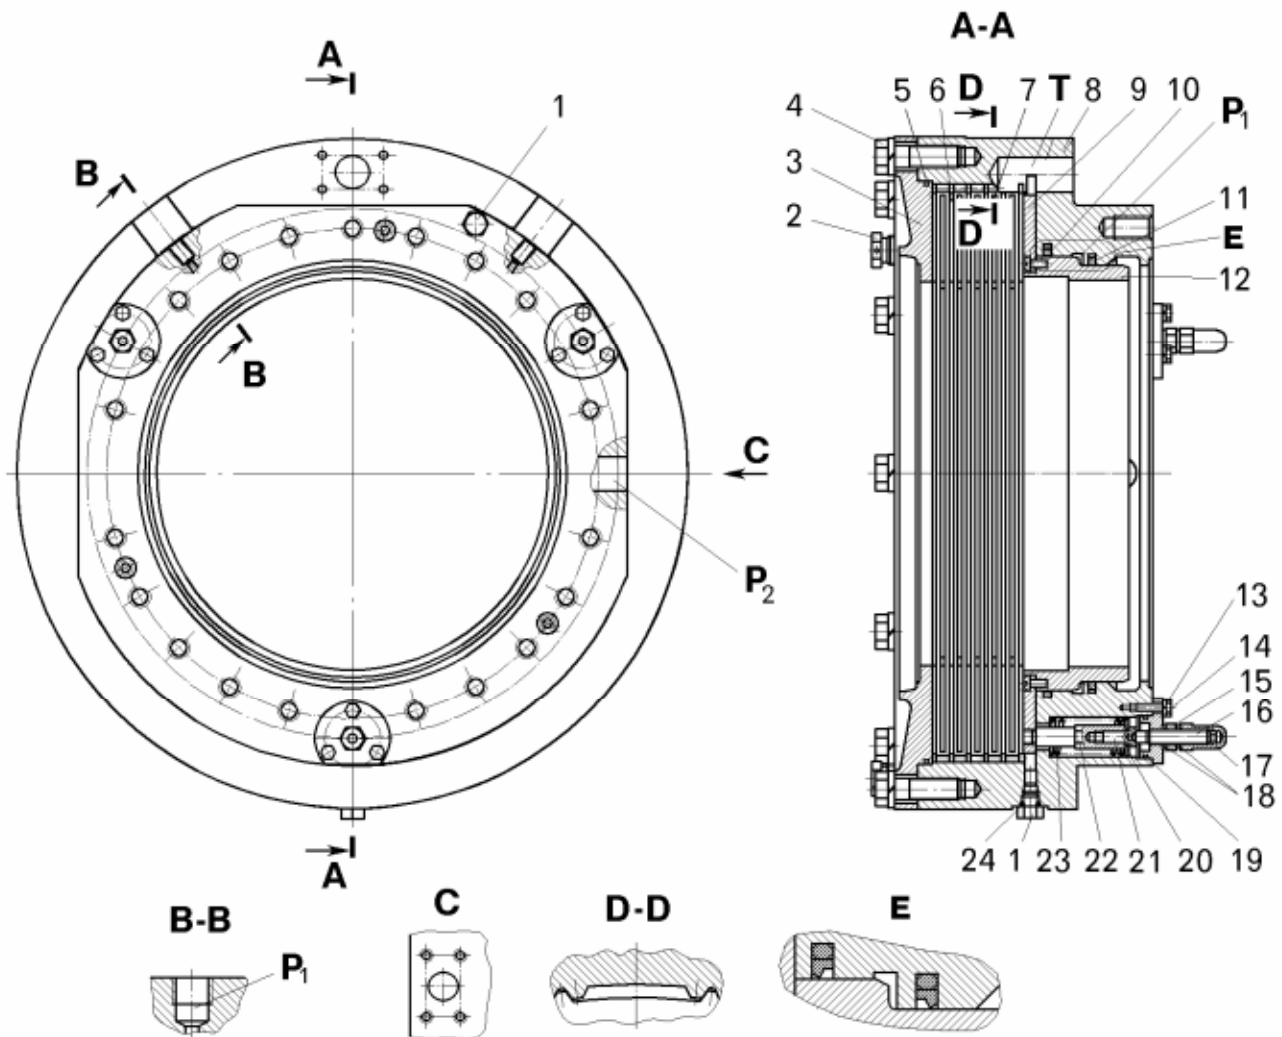

Рисунок 12.6 – Тормозной многодисковый механизм:
- подать рабочую жидкость под давлением в полость Р₁ (смотри рисунок 12.6) нажатием на левую педаль крана управления многодисковым тормозом;
- вывернуть пробки 1 (смотри рисунок 12.6) и слить масло из полости охлаждения;
- извлечь левые и правые половины парного набора резинометаллических торцовых уплотнений 23, 24 из внутреннего кольца 22, фланца 20 и крышки 3 (смотри рисунок 12.6) тормозного многодискового механизма при помощи приспособлений (монтажных колец).
– отпустить три регулировочных винта 16 (смотри рисунок 12.6);
– установить в кольцевые канавки корпуса 8 (смотри рисунок 12.6) штоковые уплотнения 10 и 11. (Для облегчения установки поршня 12 в корпус 8 тормозного механизма рекомендуется перед установкой фторопластовые кольца штоковых уплотнений 10, 11 предварительно растянуть, одев на соответствующие цилиндрические поверхности поршня 12 и выдержать в таком положении 3-4 часа);
– не извлекая фланец 20 подать рабочую жидкость под давлением в полость P₁ (смотри рисунок 12.6), завернуть три регулировочных винта 16 до упора, извлечь фланец, проверить герметичность тормозного механизма, снять давлением в полости P₁;
- установить в крышку 3 (смотри рисунок 12.6) тормозного механизма и фланец 20 (смотри рисунок 12.3) левые и правые половины парного набора резинометаллических торцовых уплотнений 23;
- установить фланец 20 во фрикционные диски 7 (смотри рисунок 12.6) тормозного механизма ориентируя выборки на шлицах фланца (если они есть) по выборкам на шлицах фрикционных дисков 7;
- отвернуть на шесть оборотов регулировочные винты 16 (смотри рисунок 12.6). Для избежания перекоса поршня 12 отворачивать постепенно на один оборот каждый;
- произвести регулировку зазора между дисками 6 (смотри рисунок 12.6) и 7 тормозного многодискового механизма.